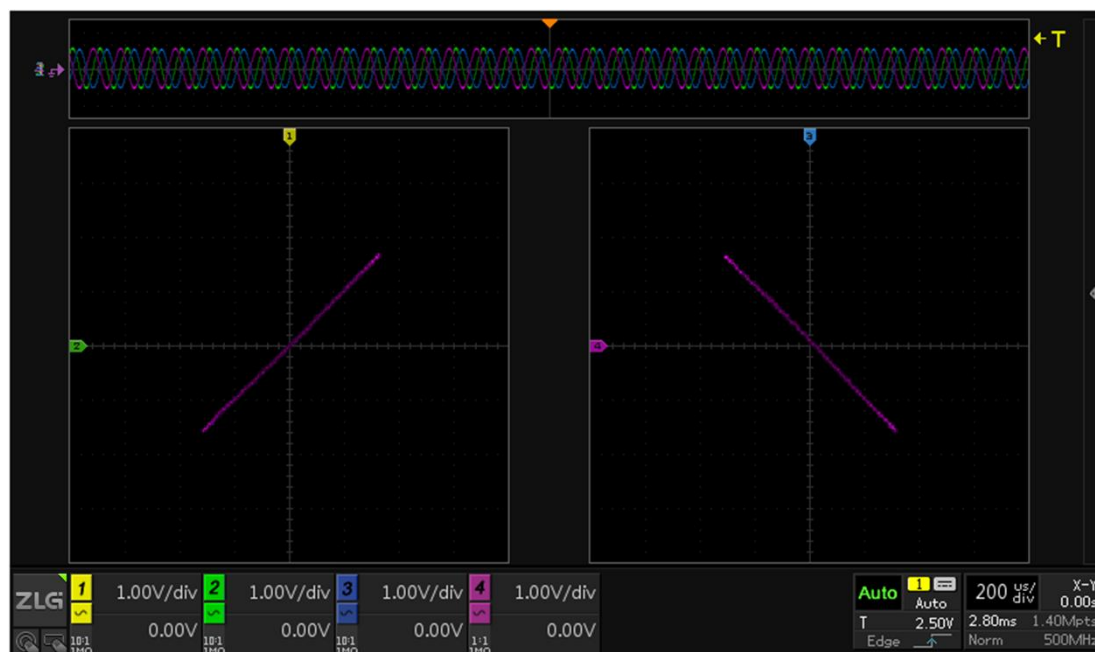

图 9.9 45°斜线
- 当 $\Phi = 0$ 时，即两个通道的信号相位相同，此时 $Y = X$ ($A = B$)，对应的显示波形即为一 45° 斜线，如图 9.9 左图所示。
- 当 $\Phi = \pi$ 时，即两个通道的信号相位相反，则 $Y = -X$ ($A = B$)，对应的显示波形即为一 45° 斜线，如图 9.9 右图所示；